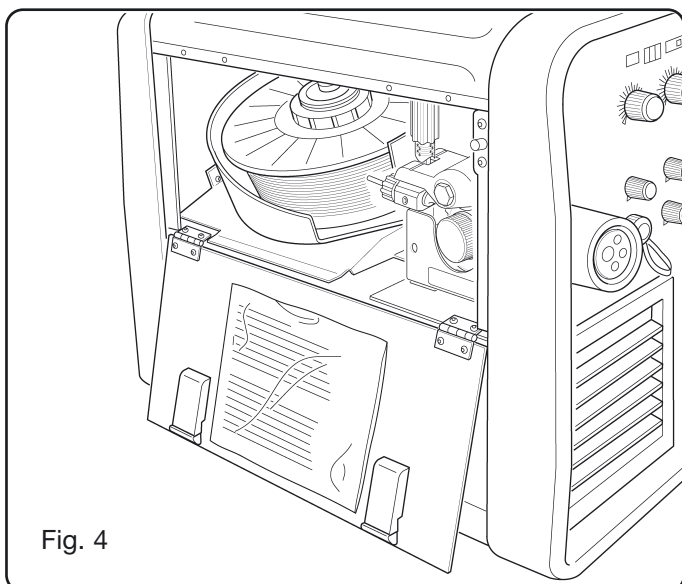

Fig. 4
- Vælg de ønskede program på listen anbragt i en pose indenfor det mobile sidestykke (Fig. 4).